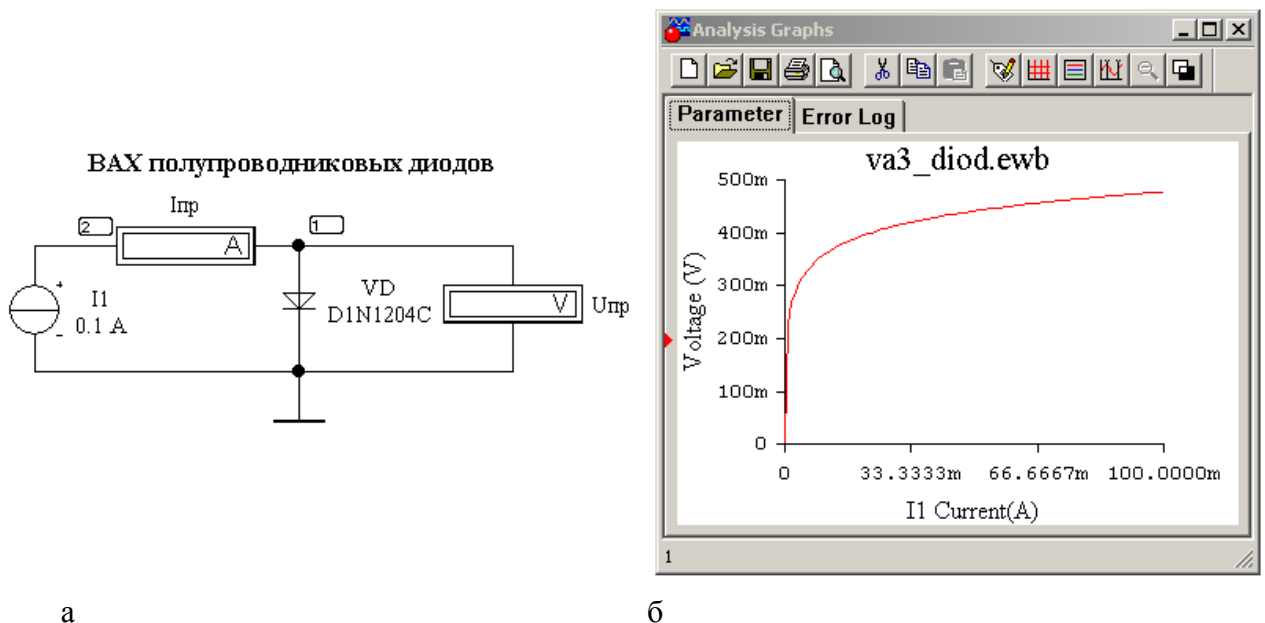
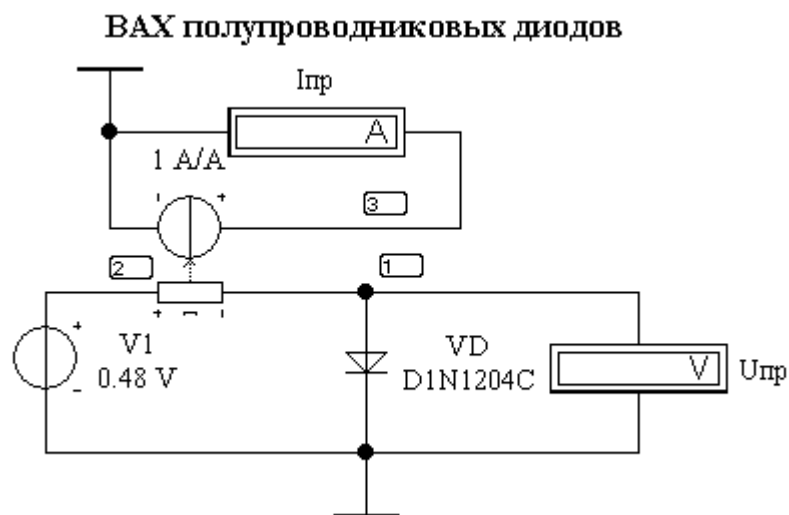

Рисунок 3 – Снятие ВАХ диода путем вариации параметра I1
Рисунок 4 – Схема для снятия ВАХ диода вариацией параметра V1
В окне Analysis Graphs\Parameter (рис. 3, б) строится ВАХ U(I), где изменяемый параметр определяет ось абсцисс. Для замены осей и построения ВАХ I(U) предлагается использовать модернизированную схему (рис. 4).
Снятие ВАХ диода путем вариации параметра источника V1 В схеме (рис. 4) амперметр включен через преобразователь тока Current Controlled Current Source.